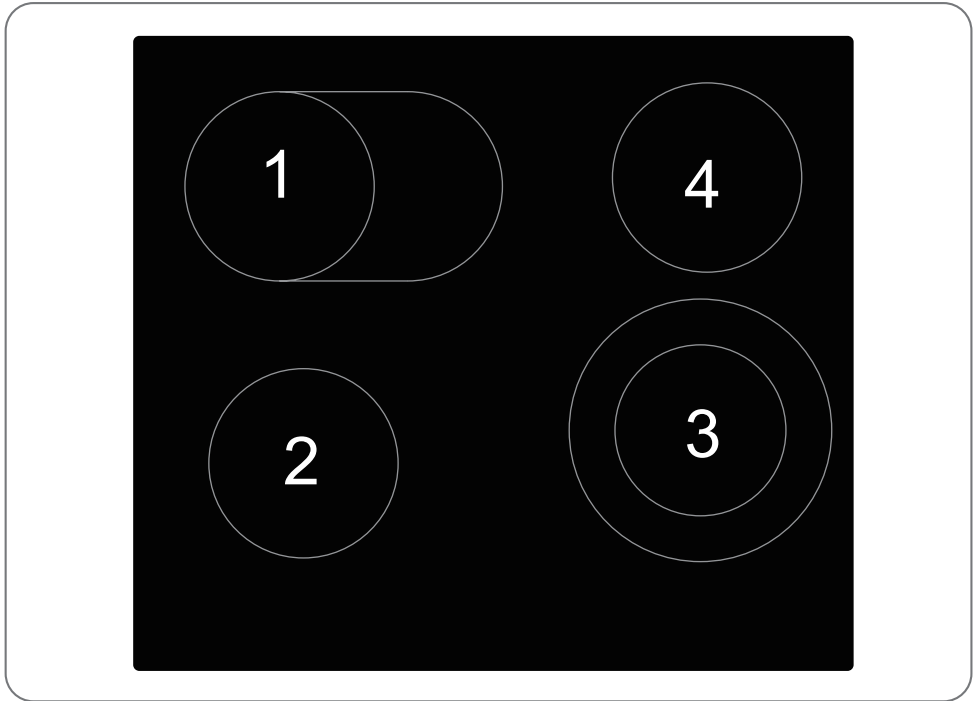

Abb. 4.4
**HINWEIS:** Für die Doppelkochzone stehen die Zonen 1 und 3 zur Verfügung, siehe (Abb. 4.4).